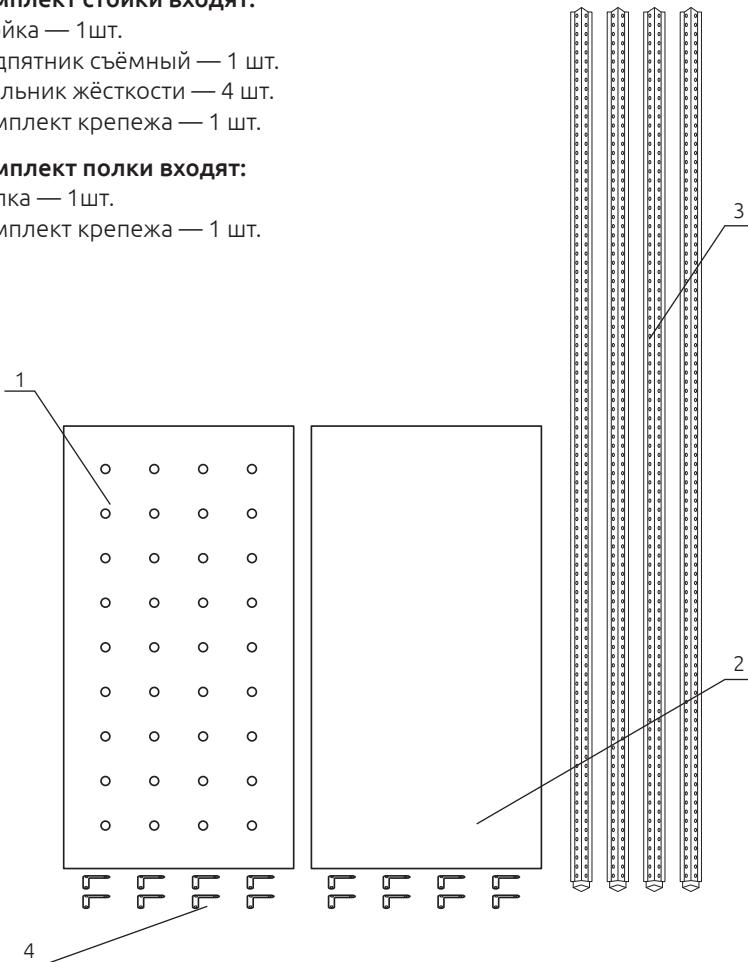

Рис. 4. Комплектация стеллажа ТС Лайт
**В комплект одного стеллажа входят (рис. 4):**